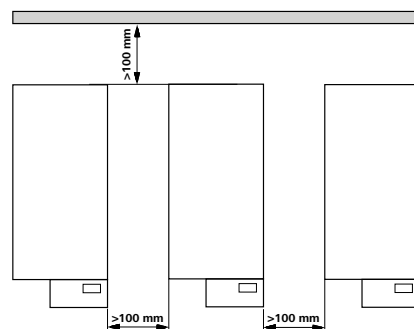

fig. 2
- Observe as distâncias mínimas entre aparelhos, aparelho e pa rede e distâncias mínimas (mín. 800 mm) por cima do módulo. ver Fig. 2.